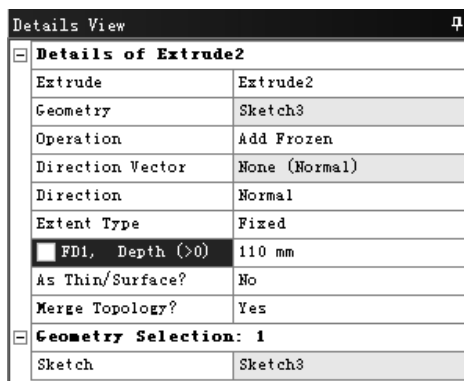

图 3.11.16 “Details View”对话框
(2) 在工具条中单击  按钮，弹出图 3.11.16 所示的“Details View”对话框，使用草图 3 作为截面，在 **Operation** 下拉列表中选择 **Add Frozen** 选项，在 **FD1, Depth (>0)** 文本框中输入数值 110，其他采用系统默认设置值。单击工具条中的  按钮，完成拉伸特征 2 的创建。